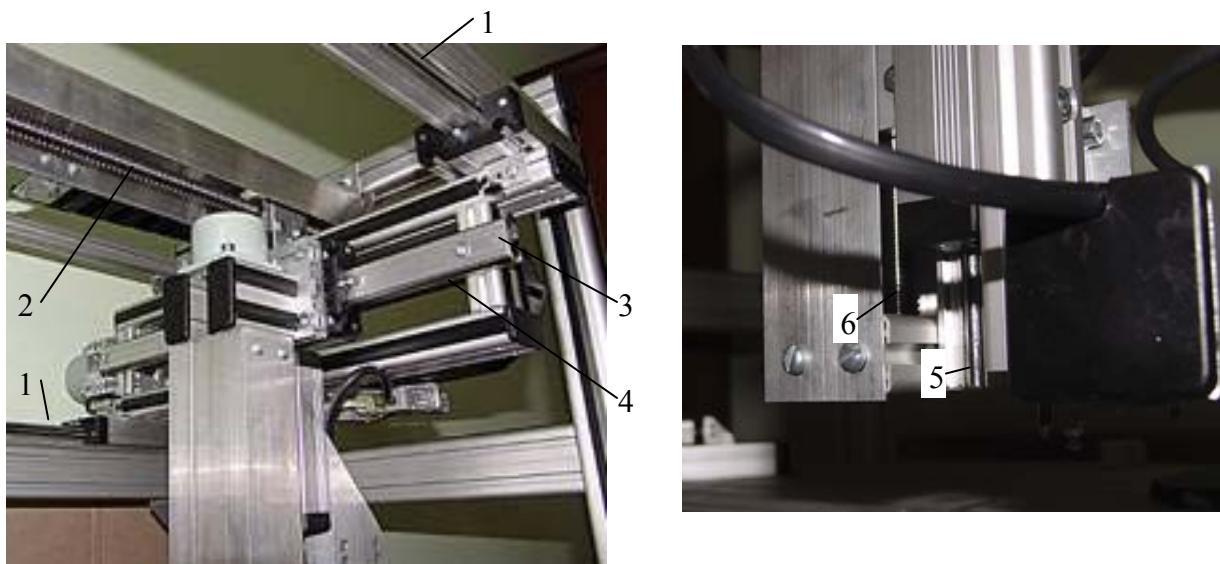

Рис. 9.1. Смазка направляющих.
- * Чистым куском материи протереть направляющие приводов X, Y, Z (см. поз.1, 3, 5 Рис. 9.1).
* Смазать винты приводов X, Y, Z (см. поз.2, 4, 6 Рис. 9.1) в трех-четырех точках по длине винта. В ручном режиме работы перемещать головку координатам X, Y, Z на всю длину рабочего поля, чтобы масло равномерно распределилось по винтам приводов и попало в гайки.